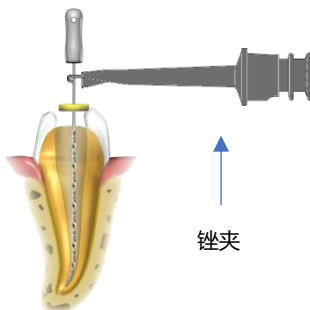
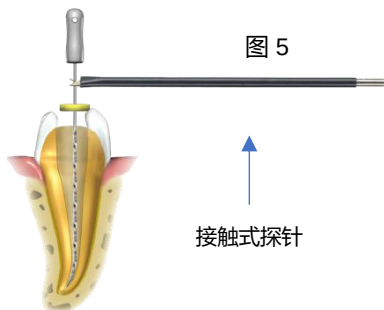

图 6
图 7
3. 将锉轻轻插入根管，随后将锉夹连接至锉的金属轴上 - 见图 6。或者使用接触式探针与根管锉产生电接触 - 见图 7。